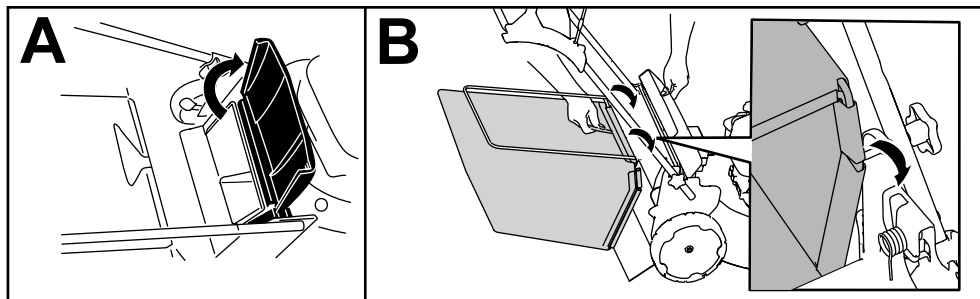

Figure 13
1. Soulevez le déflecteur arrière et maintenez-le dans cette position (A de Figure 13).
2. Installez le bac à herbe en veillant à insérer les ergots dans les crans du guidon (B de Figure 13).